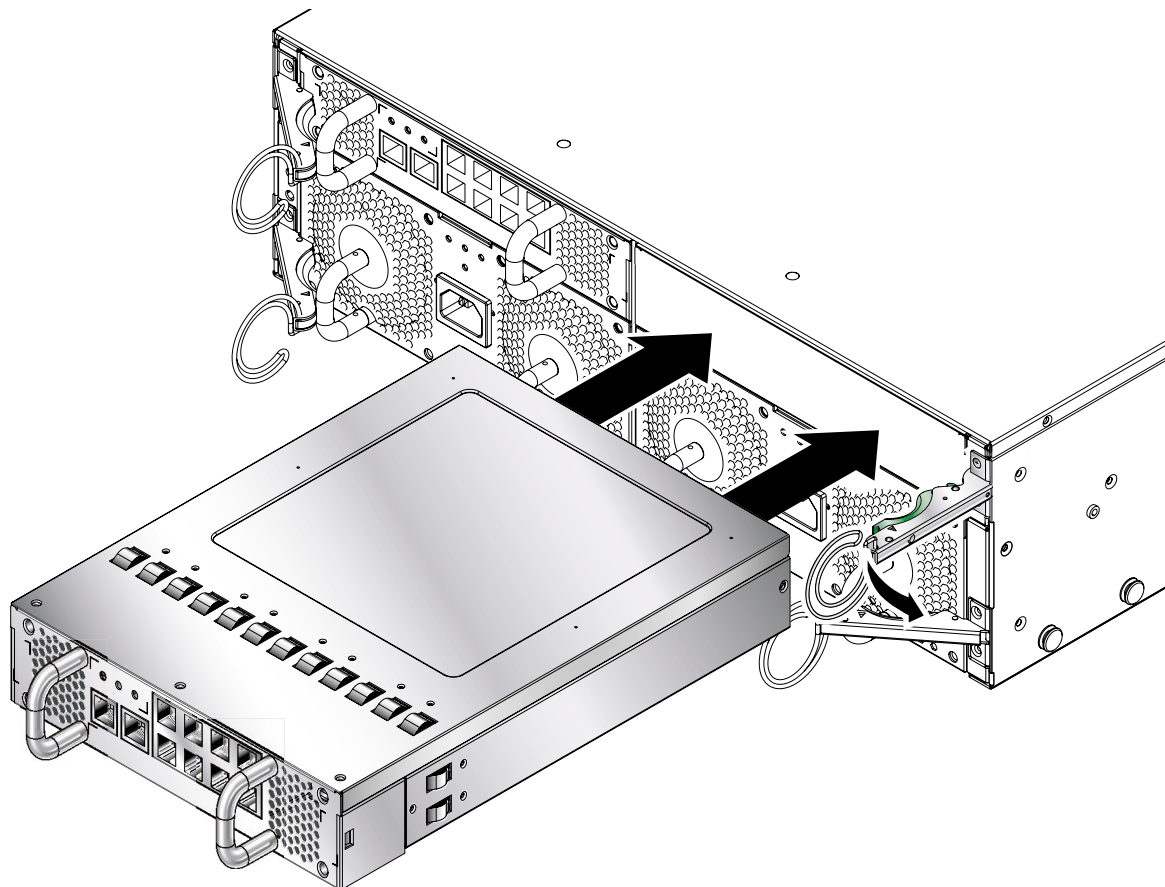

図 12-9 SSC を挿入する前の位置合わせ
2. シャーシの取り外しレバーが完全に開いて、開口部をふさいでいないことを確認します (図 12-9)。